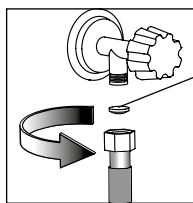
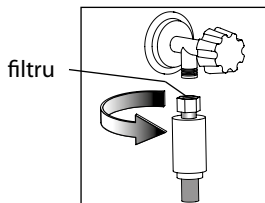
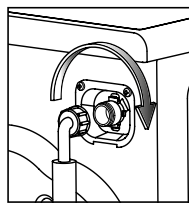

Figura 6
Figura 7
Figura 8
- A se verifica puritatea în furtunul de admisie în conformitate cu Figura 6 sau în furtunul de admisie cu sistem de protecție în conformitate cu Figura 7 (în funcție de configurație);
— Pentru a atășa furtunul la un niplu filetat de alimentare cu apă, în conformitate cu Figura 6 sau 7 strângeți puternic piulița cu mâna așa cum se arată în Figura 8.